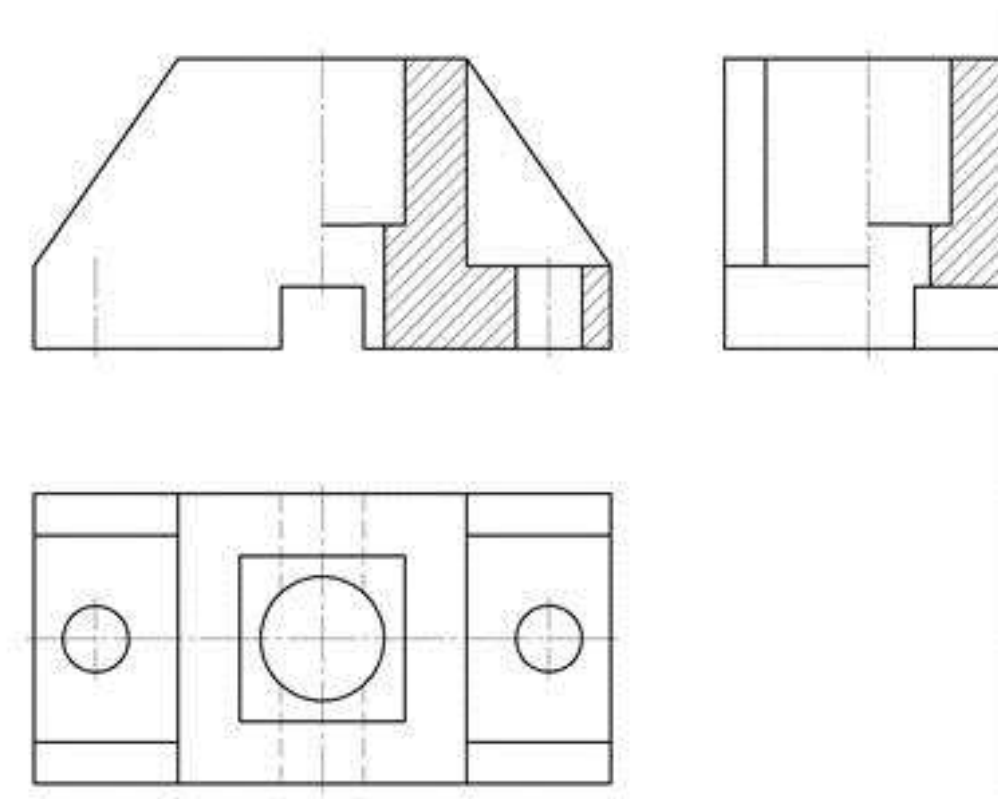

Рисунок 1.20 – Половинчатый разрез
**Половинчатый** – если изображение (проекция предмета) является симметричной фигурой, то вместо полного разреза чертят сочетание половины вида с половиной разреза, границей между которыми является ось симметрии фигуры (рисунок 1.20).